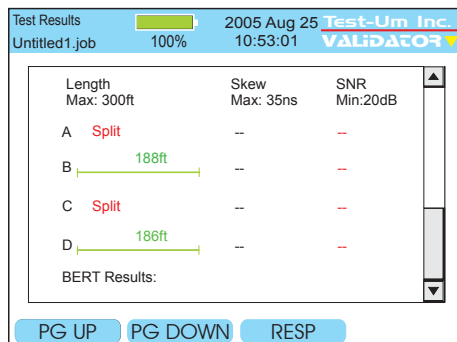

Abbildung 4.6 Testergebnisse bei Adernaufspaltung
**Adernaufspaltung:** Es liegt ein Fehler im Verdrillen der Drähte im Kabel vor. Kabel bestehen im Allgemeinen aus acht Drähten (Adern), von denen je 2 miteinander verdrillt werden, so dass 4 Adernpaare vorliegen. Ein Kabel kann trotz Durchgang eine falsche Adernverdrillung aufweisen. Wenn als einziger Fehler nur eine Adernaufspaltung vorliegt, weist das Kabel trotzdem Durchgang auf. Wenn das Hauptgerät des Validator-NT auf Grund eines anderen Fehlers (beispielsweise eines Kurzschlusses) keine Verbindung zum Remote-Gerät herstellen kann, wird die Fehlermeldung 'Unable to Measure SNR' (Rauschabstand kann nicht gemessen werden) angezeigt. Wählen Sie 'OK' aus, um die Verdrahtungsergebnisse anzuzeigen. (Siehe Abbildung 4.6)